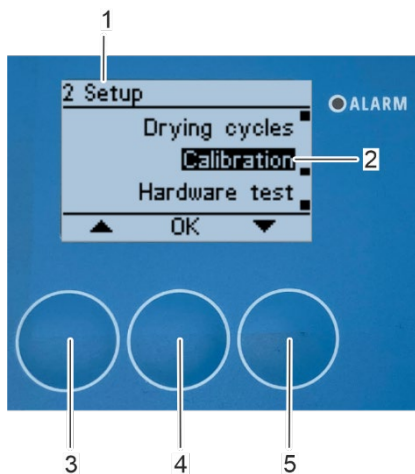

Abbildung 137: Öffnung des Untermenüs „Kalibrierung“
⇒ Das Untermenü „2 Setup“ erscheint wieder auf dem Bildschirm (Abbildung 137/1).
1. Um eine erneute Kalibrierung durchzuführen, wählen Sie im Untermenü "2 Setup" (Abbildung 137/1) mit den Pfeiltasten [nach oben] (Abbildung 137/3) und [nach unten] (Abbildung 137/5) das Untermenü "Kalibrierung" (Abbildung 137/2).